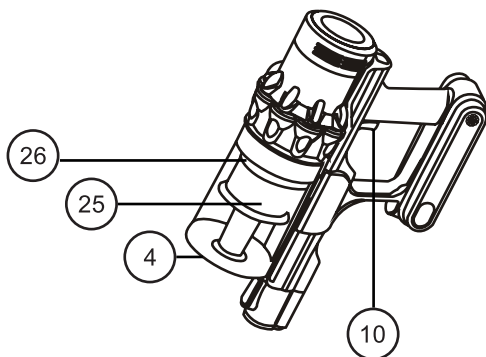

Рисунок 5
Включайте пылесос только с установленными контейнером-пылесборником, сетчатым фильтром (25) в нем и HEPA-фильтром (26) (рис. 5).